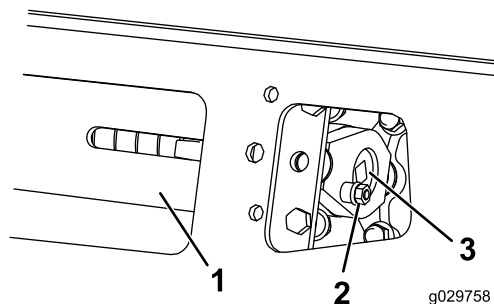
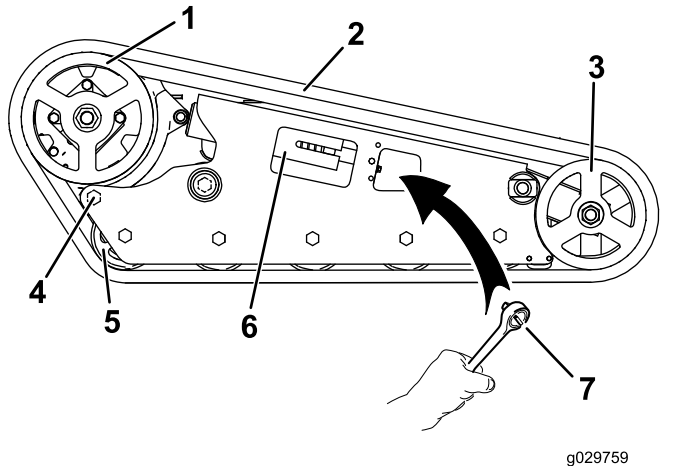

図 57
図 58
3. ロッキングボルトとナットを外す 図 57。
5. テンションねじのノッチのうち、ロッキングボルトの穴に一番近いノッチを穴に合わせ、ねじを溝をローラを適切な穴に合わせてセットし、シャフトを通してボルトとナットで固定する 図 57。
- ロックングボルトとナットを外す 図 57。
- 1/2" のドライブレレンチを使用して、テンショニングねじを左にまわしてドライブテンションを解放する 図 57と図 58。
- 後ボルト駆動ホイールの近くをゆるめる 図 58。
- 前ホイールからクローラが外れたら、駆動スプロケットとロードホイールからもクローラを外す 図 58。
- 前輪にクローラを回し掛ける 図 58。
- ロードホイールとロードホイールの上にクローラを押し込む 図 58。
- 駆動スプロケットにクローラを巻き付ける 図 58。
4. ロッキングボルトとナットを外す 図 57。
5. ½" のドライブレンチを使用して、テンショニングねじを左にまわしてドライブテンションを解放する 図 57と図 58。
6. 後ボルト駆動ホイールの近くをゆるめる 図 58。